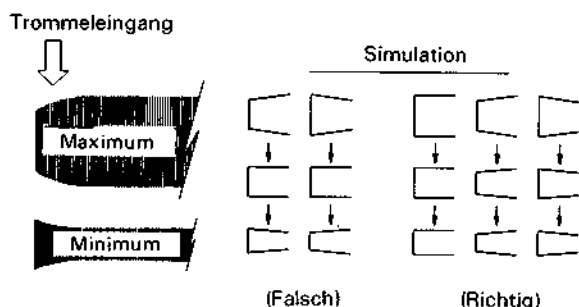

Abb. 1-6-2 Trommelausgabe
- 2) Wenn die Veränderung am ansteigenden Teil (Trommelausgang) der FM-Hüllkurve nicht parallel ist, die Abwickel-Führungsrolle so drehen, daß der steigende Teil der Hüllkurve fast flach wird, wie in Abb. 1-6-2 gezeigt.